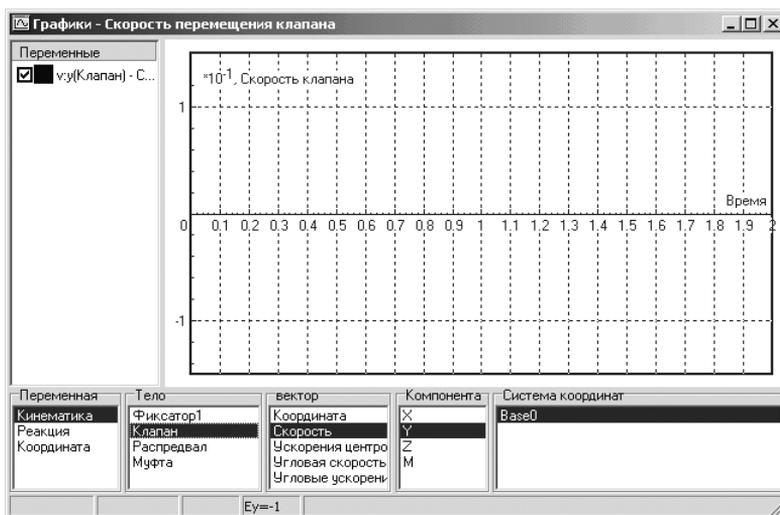

Рис. 1.138. Отдельное настроенное графическое окно **Параметры страницы**
- щелкните в диалоговом окне **Параметры окна** по кнопке **ОК** для завершения настройки отдельного графического окна. Появится настроенное отдельное графическое окно, см. рис. 1.138.